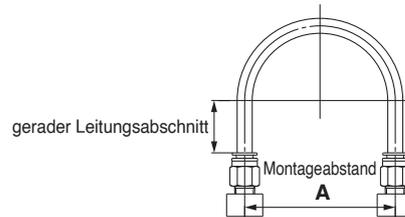

Abb. 1 Empfohlene Konfiguration bei der Leitungsverlegung
- 1. Sehen Sie beim Anschluss von Schläuchen mit Steckverbindungen für den Schlauch eine Reserverlänge vor, wie in Abb. 1, „Empfohlene Leitungskonfiguration“ gezeigt.